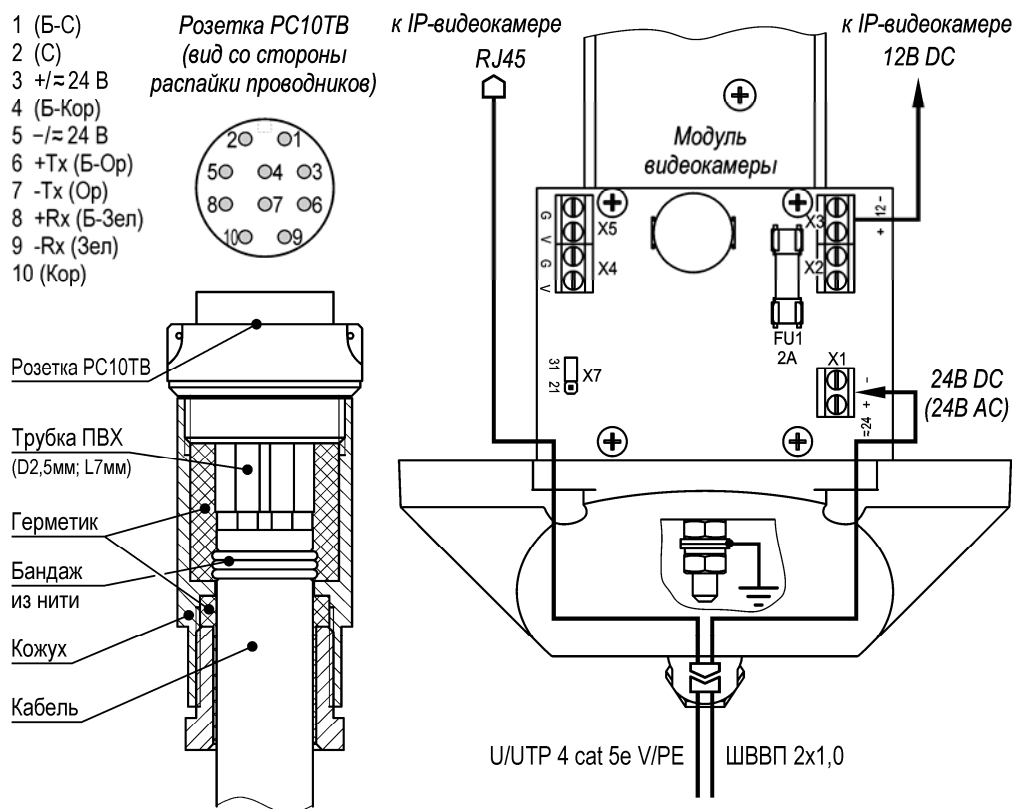

Рис.2 Распайка разъема PC10TV и схема подключения IP-видеокамеры
1. Распаять ответную часть разъема PC10TV согласно требованиям к электромонтажу в соответствии с рис.2. После распайки разъем заполнить герметиком кремнийорганическим.
5. При необходимости изменить мощность обогрева, выкрутить 4 винта крепления задней крышки гермобокса, выдвинуть модуль видеокамеры из кожуха и установить джампер X7 в нужное положение (рис.2). Установить модуль видеокамеры обратно в кожух. Закрутить 4 винта крепления задней крышки с усилием  $5\pm 0,5$ Нм.
Предприятием изготовителем джампер Х7 установлен в положение «31» - мощность обогрева 31 Вт, для изменения мощности на 21 Вт джампер Х7 необходимо переставить в положение «21» (см. рис.2).